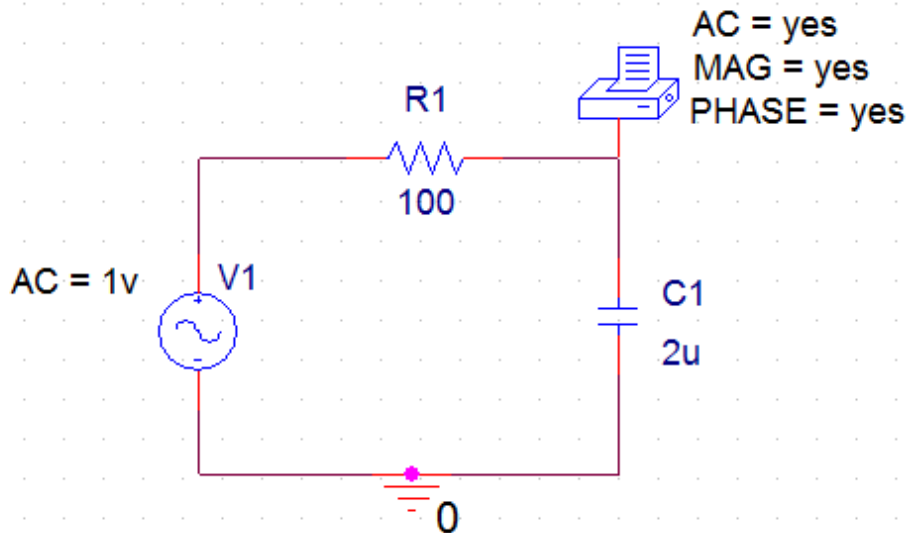

Рисунок 3.9 – Схема послідовного з'єднання резистора і конденсатора з індикаторами попереднього налаштування для *AC*-аналізу при $f = 2$ (кГц)
12. Закрийте вікно атрибутів, натиснувши кнопку ОК. Тепер індикатори атрибутів вимірювача змінної напруги *VPRINT1* повинні з'явитися на схемі (рис. 3.9).